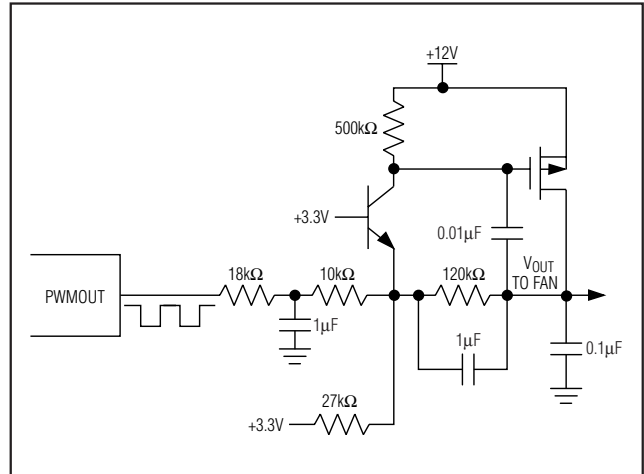

图5. 通过PWM到直流变换电路驱动风扇。
- 2) PWMOUT_被转换(使用外部电路)为正比于占空比的直流电压。这个由占空比控制的电压作为风扇的供电电源。这种方法的效率不如1)那样高, 但风扇的运行更安静一点。图5给出了PWM信号转换为直流电压的范例电路。由于当 PWMOUT = 0V时, 此电路产生满量程的输出电压, 因此02h寄存器的D4位应该被置为0。
频率选择寄存器控制PWM信号的频率。当PWM信号调制风扇的供电电源时, 应使用较低的PWM频率(通常为33Hz), 以确保无刷直流电机有足够的动作时间。当采用图5所示的PWM到直流转换电路来驱动风扇时, 应使用最高的频率(35kHz), 以减小滤波电容的体积。当使用具有PWM控制输入的风扇时, 频率通常也应该比较高, 尽管有些风扇的PWM输入可接受低频驱动。